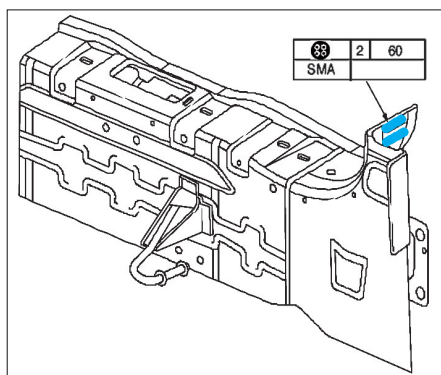

FIG. 109
- Encoller le joint de panneau arrière (fig. 109).